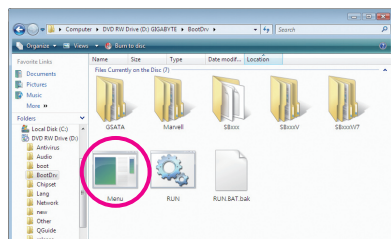
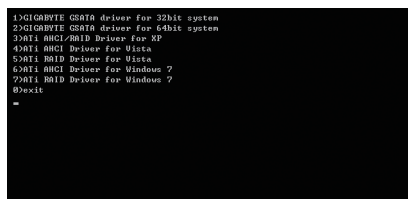

図 3
図 4
- 2: 光学ドライブフォルダから、**BootDrv**フォルダの **Menu.exe** ファイルをダブルクリックします (図3)。図4 のようなコマンドプロンプトウィンドウが開きます。
- 3: 空のフォーマット済みディスクを挿入します。インストールするオペレーティングシステムによっては、メニューから対応する文字を押すことでコントローラドライバを選択し、<Enter>を押します。例えば、図4でメニューから: